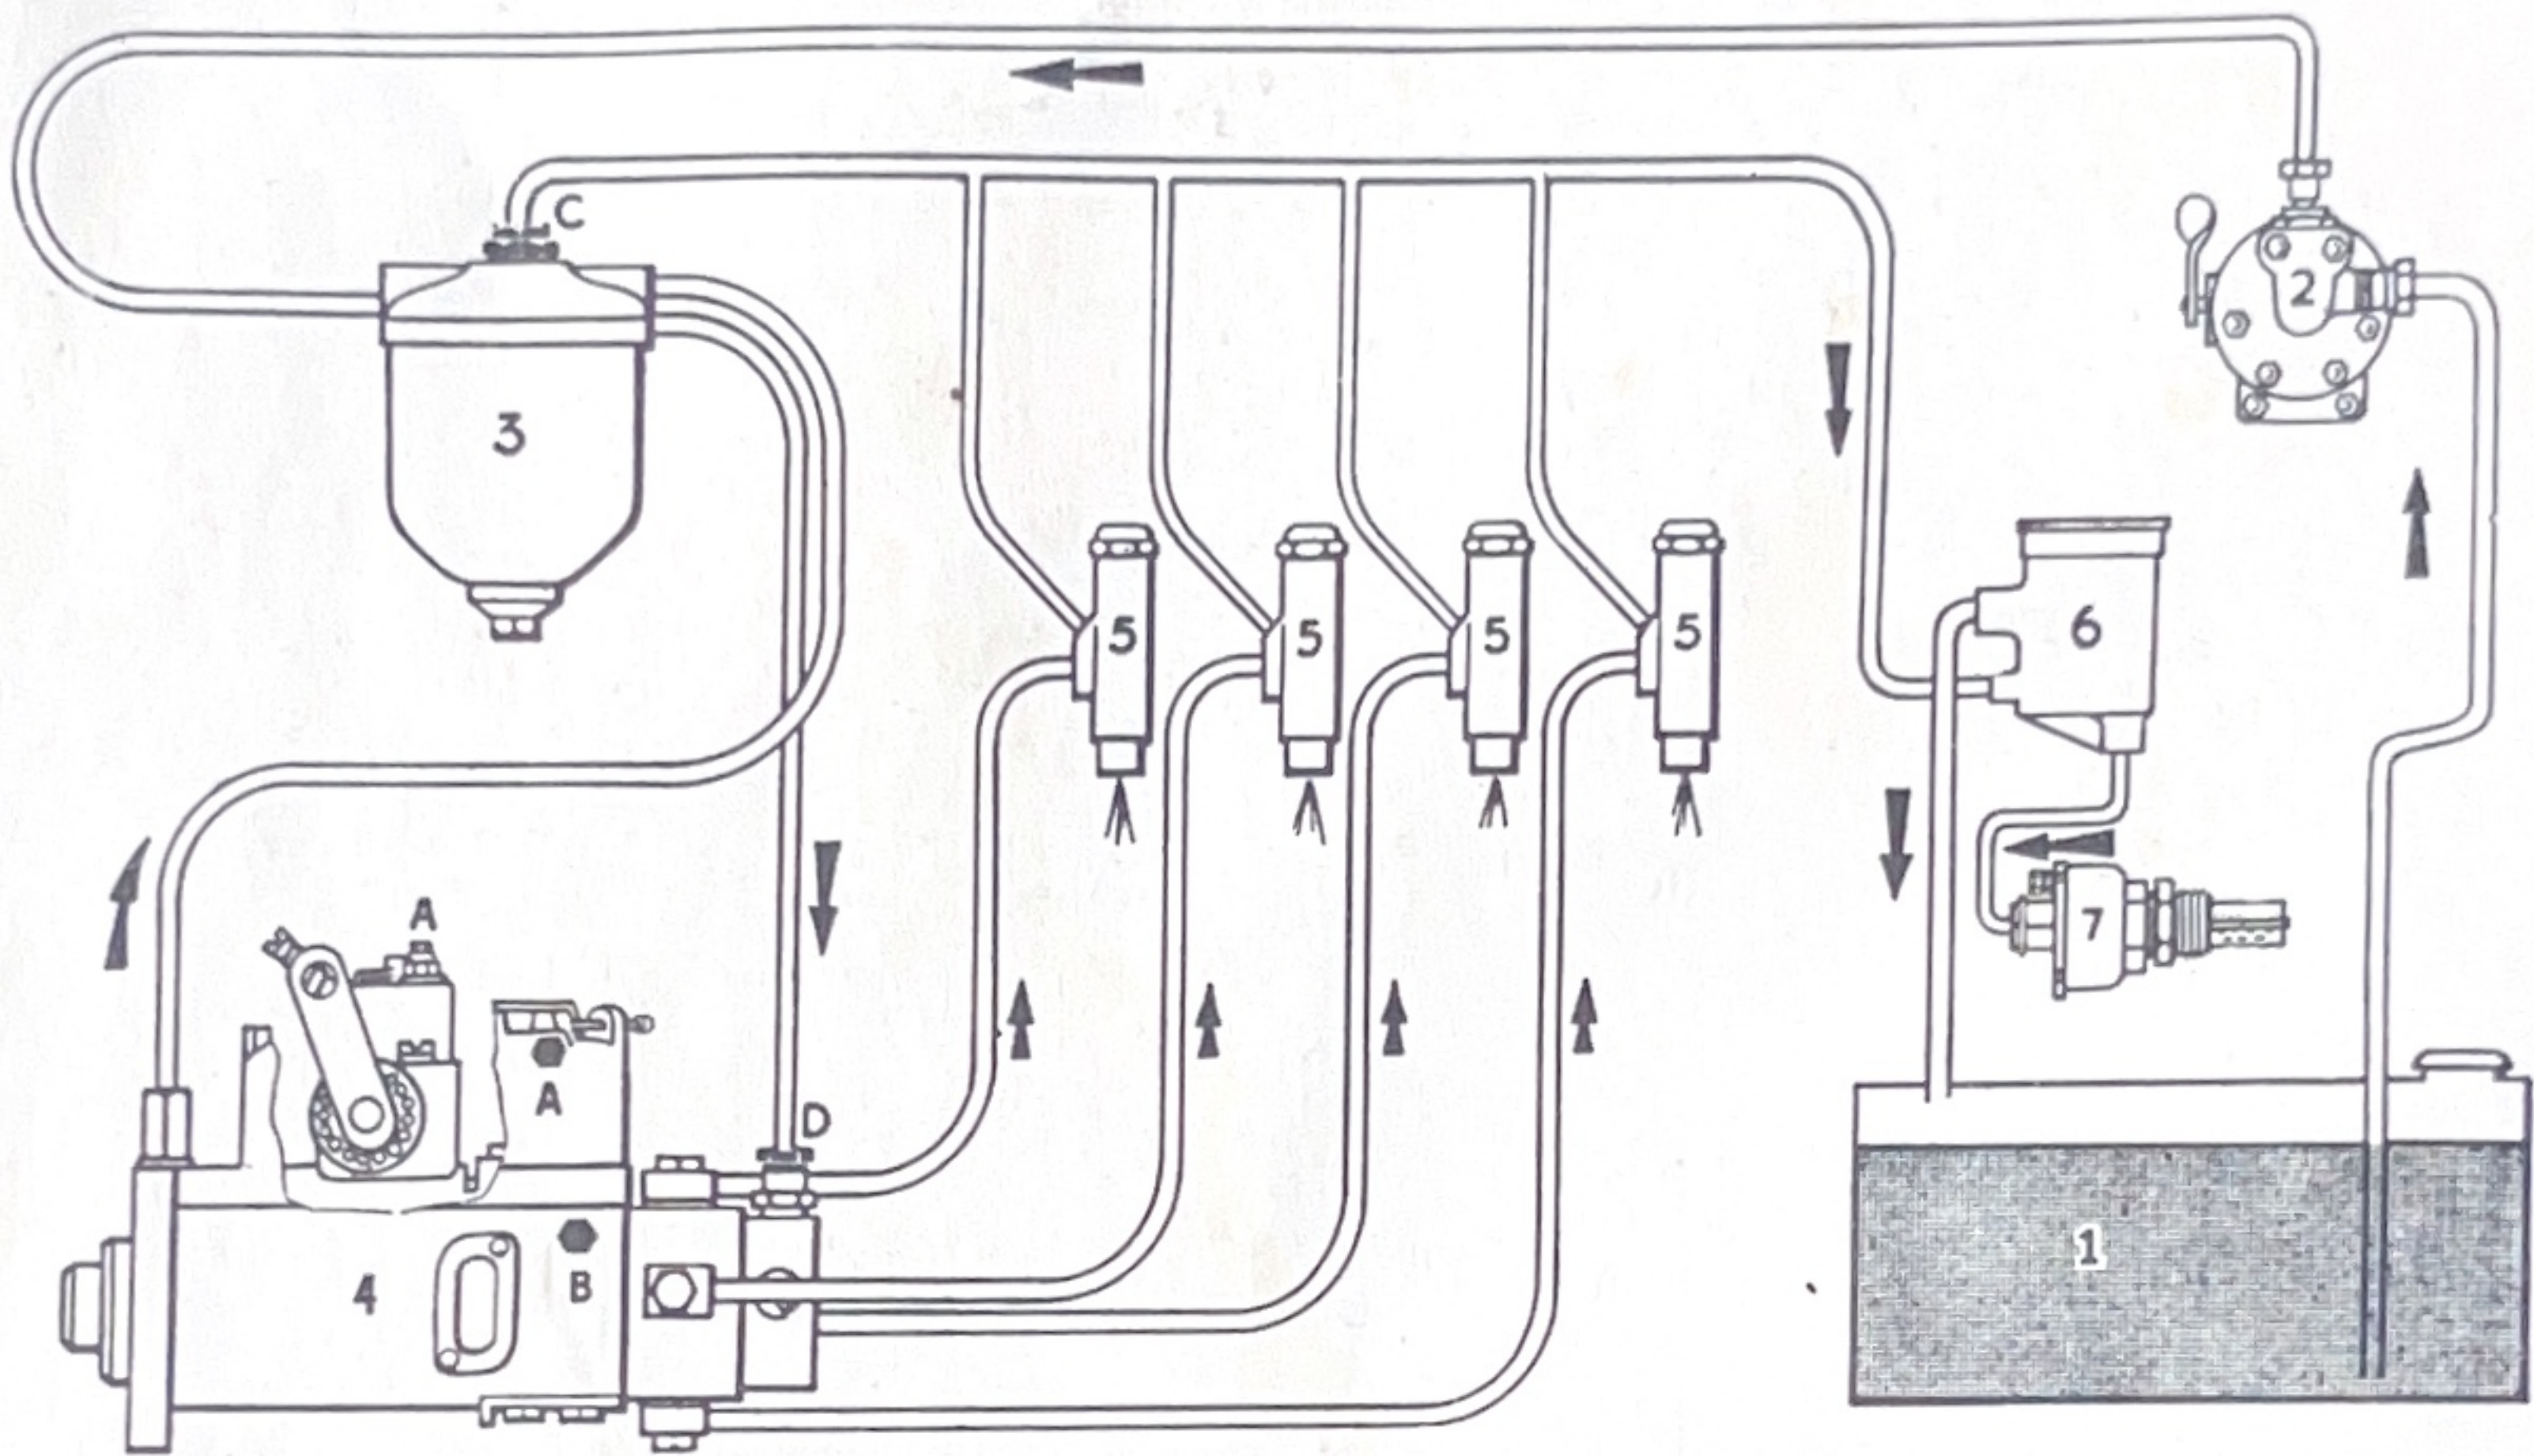

Abb. 16
1. Kraftstofffilter-Entlüftungsschraube „C“ Abb. 16 lösen.
2. Pumpenentlüftungsschraube „B“ Abb. 16 lösen.
3. Reglerentlüftungsschraube „A“ Abb. 16 lösen.
6. Kraftstoffeinlaßverschraubung am hinteren Einspritzpumpenende lösen und wiederum pumpen, bis hier ebenfalls blasenfreier Kraftstoff heraustritt. Die Einlaßverschraubung wieder festziehen. („D“ Abb. 16).